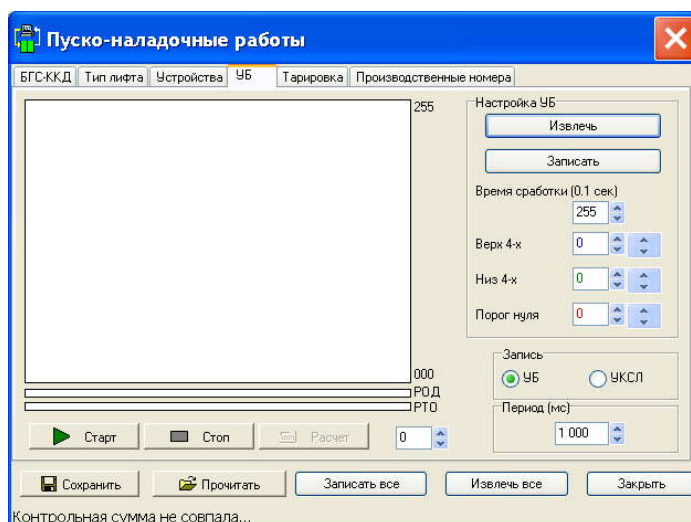

Рисунок 40 – Вкладка "УБ" окна "Пуско-наладочные работы"
- Выбрать **Окно | Пуско-наладка**. В появившемся окне **Пуско-наладочные работы** перейти на вкладку **УБ** (Рисунок 40).
- Если же настройки не были записаны (контроллер лифта впервые установлен в стенд), то в строке статуса будет написано: "Контрольная сумма не совпала...", а в полях настроек будут записаны нули (Рисунок 40).